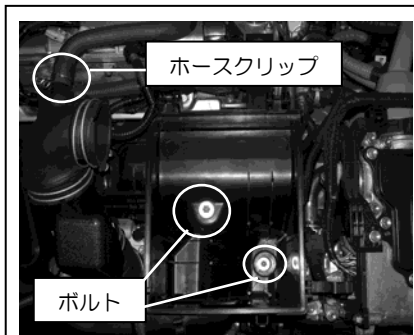

図 2
- ②ボルト 2 ヲ所を外し、クリーナーBOX 下側を取り外します。同時に、ブローパイプも取り外します。(図 2 参照)